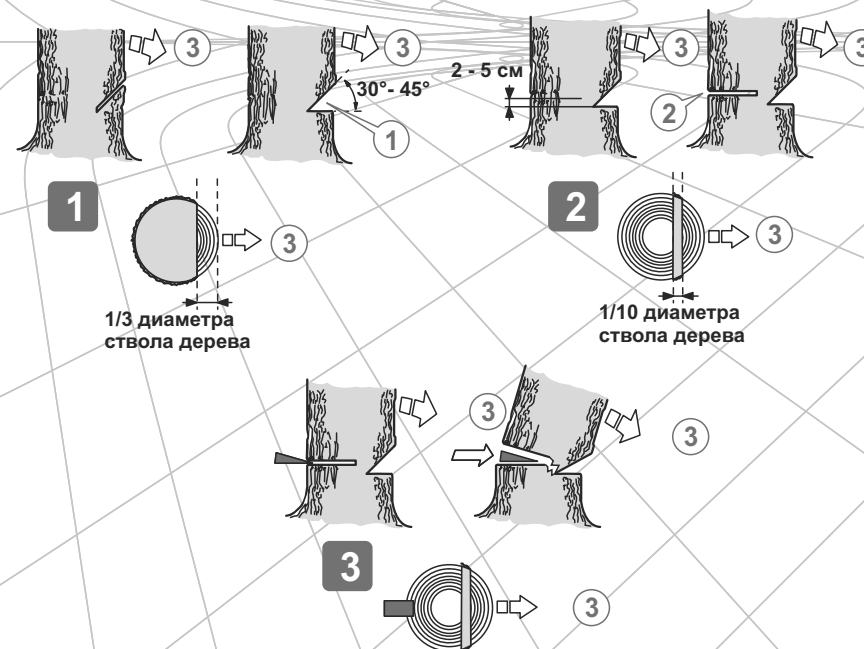

Рис. 21
6. Начните пилить дерево с той стороны (3), куда оно должно упасть (см. рис. 21). Сделайте клиновидный пропил (1) под углом 30-45 градусов, глубина которого примерно равна 1/3 от толщины ствола. Валочный распил (2) сделайте с противоположной стороны от клиновидного пропила, поместив зубец упора пилы на ствол на 2,5-5 см выше нижнего края клиновидного пропила. Завершите пиление тогда, когда до внутреннего края клиновидного пропила останется где-то 1/10 диаметра ствола.